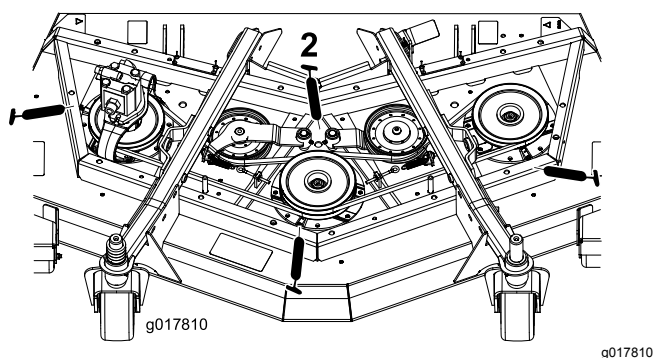

Figura 80
- Cojinetes de eje (3) (situados debajo de la polea) (Figura 80).
- Casquillos del pivote del brazo tensor (2) (Figura 80)